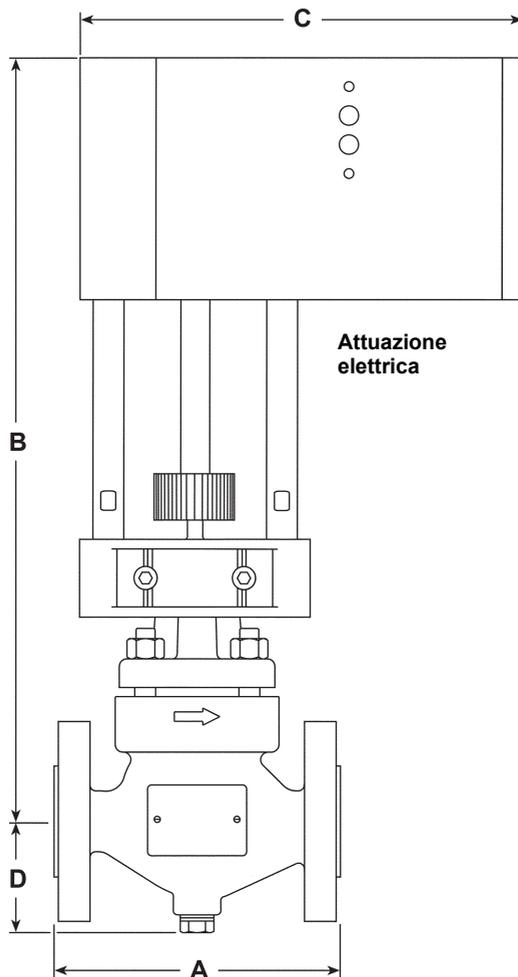

Fig. 5
**Nota:** Prima di eseguire qualsiasi attività d'installazione leggere attentamente le Informazioni generali per la sicurezza presenti al capitolo 1. Per le dimensioni dell'unità fare riferimento alle figure 5 e 6, pag. 24 e 25.